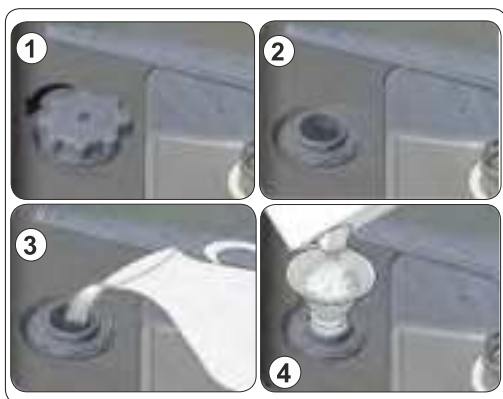

Рис. 3
- Чтобы загрузить соль, извлеките нижнюю корзину. Вращая против часовой стрелки, открутите и снимите крышку емкости для соли (рис. 3, иллюстрации 1 и 2).
- При первом использовании машины засыпьте в емкость для соли примерно 1 кг соли и залейте ее водой до максимального уровня (рис. 3, иллюстрации 3 и 4).